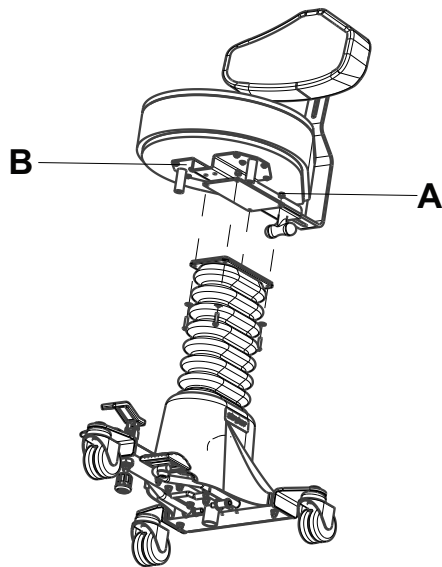

Figure 1 – Assise/base
1. À l'aide d'une clé mixte de 7/16 po, retirer les quatre écrous (A) qui fixent l'ensemble soudé du support de l'assise (B) (Figure 1). Retirer l'ensemble d'assise.
1. À l'aide d'une clé mixte de 7/16 po et d'une clé à six pans de 5/32 po, retirer les quatre écrous (A) qui fixent l'ensemble soudé du support de l'assise (B) (Figure 1). Retirer l'ensemble de base de l'assise.